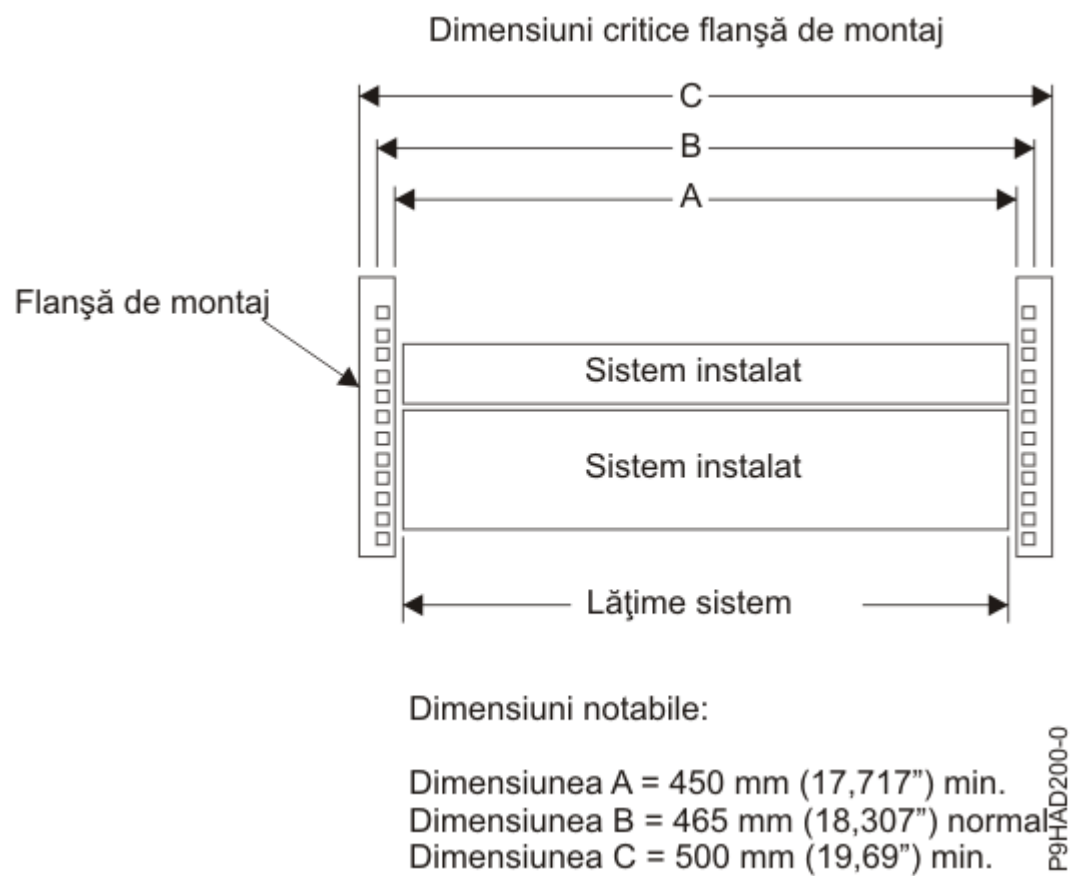

Figura 48. Dimensiuni de bordură de montare critice
- Deschiderea frontală a dulapului trebuie să fie de 535 mm (21,06 inch) lățime pentru dimensiunea C (lățimea între părțile exterioare ale bordurilor de montare, vedeți Figura 48 la pagina 93). Deschiderea din spate a dulapului trebuie să fie de 500 mm (19,69 inch) pentru dimensiunea C (lățimea dintre părțile exterioare ale flanșelor standard de montare).